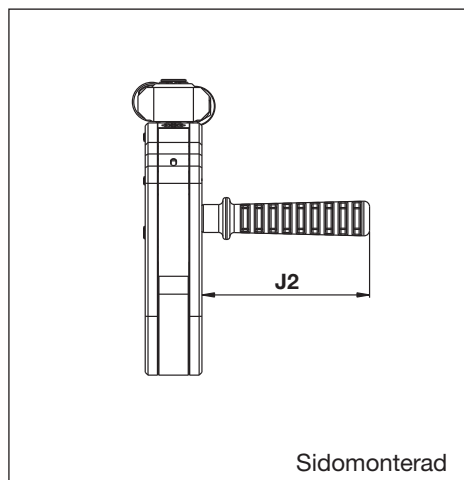

Fig. 26
6.1.4 Mått, rakt positioneringshandtag i SWH-serien (Fig. 26 - valfritt tillval)